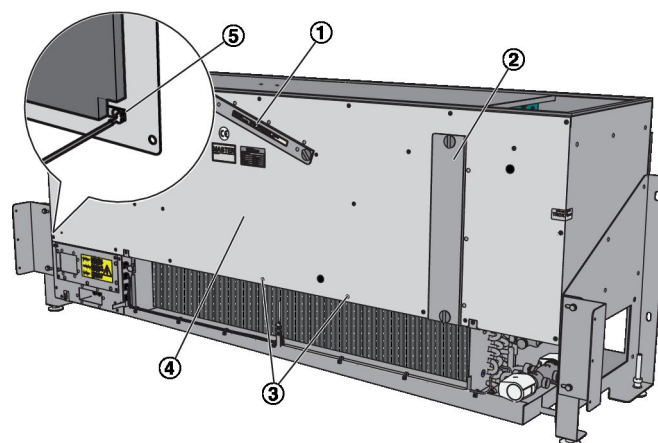

Abb. 32: Gerätedeckel demontieren (SCHOOLAIR-B)
3. ▶ Abluftfilter (Abb. 32/1) herausnehmen und den Filterdeckel (Abb. 32/2) vom Außenluftfilter demonstrieren.
5. ▶ Den Gerätedeckel des Lüftungsgeräts (Abb. 32/4) demontieren, dazu alle Kreuzschlitzschrauben (Abb. 32/3) am Gerätedeckel lösen.
Beim Abnehmen des Gerätedeckels, den Schutzleiter (Abb. 32/5) lösen.